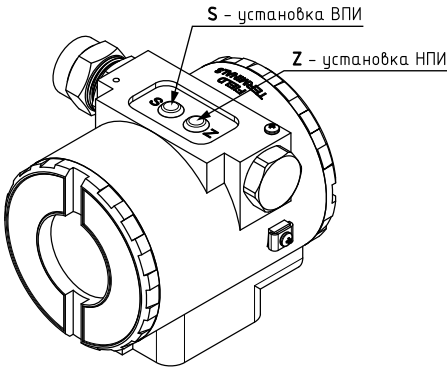

Рисунок 7.1 – Расположение кнопок установки НПИ (Z) и ВПИ (S) при настройке с опорным давлением.
- 7.3.4 Для выполнения настройки следует подать опорное давление, соответствующее НПИ и нажать на кнопку “Z” (см Рисунок 7.1). Далее следует подать опорное давление, соответствующее ВПИ и нажать на кнопку “S”.